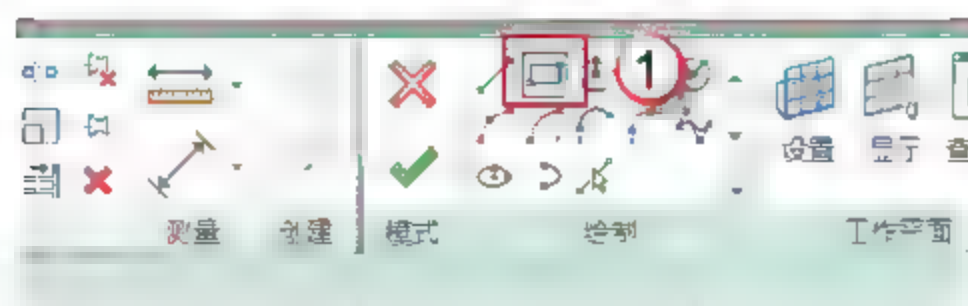

图 12.3.53 绘制  $200\text{ mm} \times 200\text{ mm} \times 350\text{ mm}$  的柱子
(15) 绘制 200 mm×200 mm×350 mm 的柱子。选择“创建”→“拉伸”命令，选择“矩形”绘图方式，然后依次绘制，如图 12.3.53 所示。